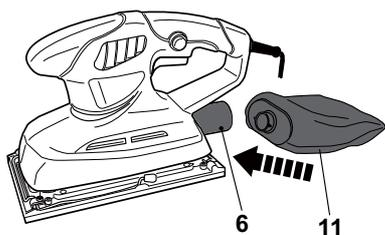

Fig. 9
- > Alignez le raccord du sac à poussière (11) sur les rainures de la sortie d'extraction de poussière (6) et introduisez-le jusqu'à la butée (Fig. 9).